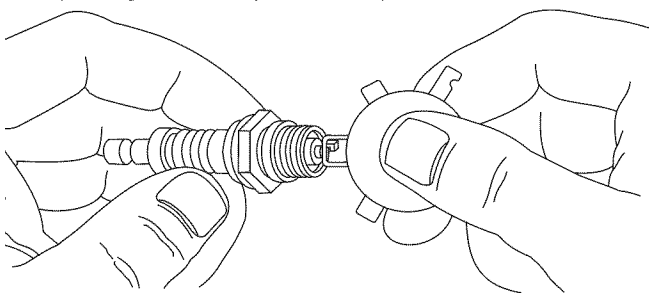

Figure 18 — Vérification de l'écartement des électrodes de la bougie d'allumage
3. Vérifiez l'écartement des électrodes à l'aide d'une jauge d'épaisseur et réglez à l'écartement recommandé au besoin (voir Figure 18 et "Spécifications").